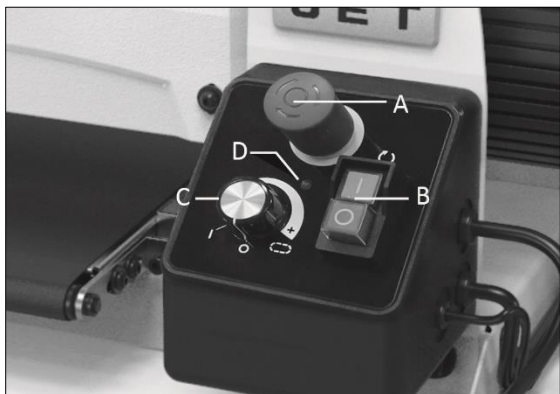

Рисунок 8-1: панель управления
3. Запустите шлифовальный барабан (с помощью переключателя на панели управления, рисунок 8-1).
4. Запустите транспортер и выберите скорость подачи (с помощью регулятора на панели управления, рисунок 8-1).
2. Сбросьте аварийный выключатель, повернув красную кнопку по часовой стрелке или потянув за нее (А, рисунок 8-1).